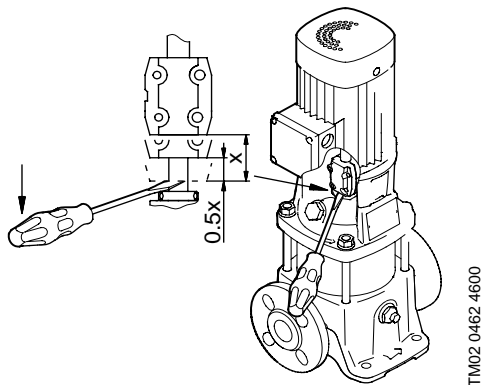

Abb. 2
8. Einen geeigneten Schraubendreher zwischen den unteren Teil der Kupplung und die Wellenabdichtung einführen und die Welle/Kupplung bis zum Anschlag heben, siehe Abb. 2.
9. Welle/Kupplung um die Hälfte senken, siehe Abb. 2.